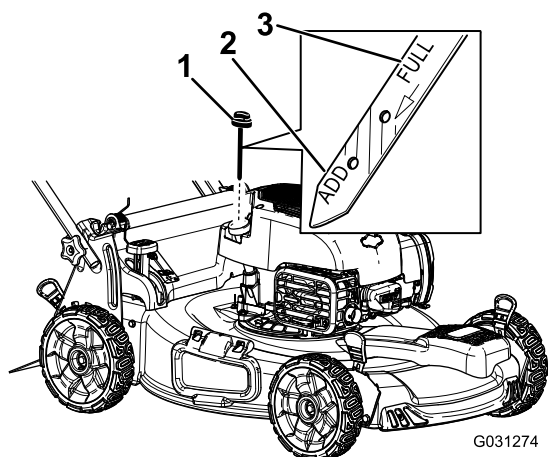

Рисунок 23
2. Извлеките маслосборный щуп (Рисунок 23).
4. Медленно заливайте масло в маслозаливной патрубок до соответствующей отметки **Full (Полный)** на масломерном щупе (Рисунок 23). Не допускайте переполнения.